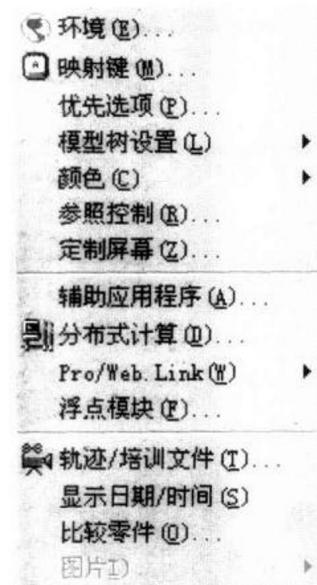

图 1.15
- 功能 提供环境配置的各种命令，如图 1.15 所示。包括常用的配置命令，如环境、映射键、优先选项，模型树设置、定制屏幕等